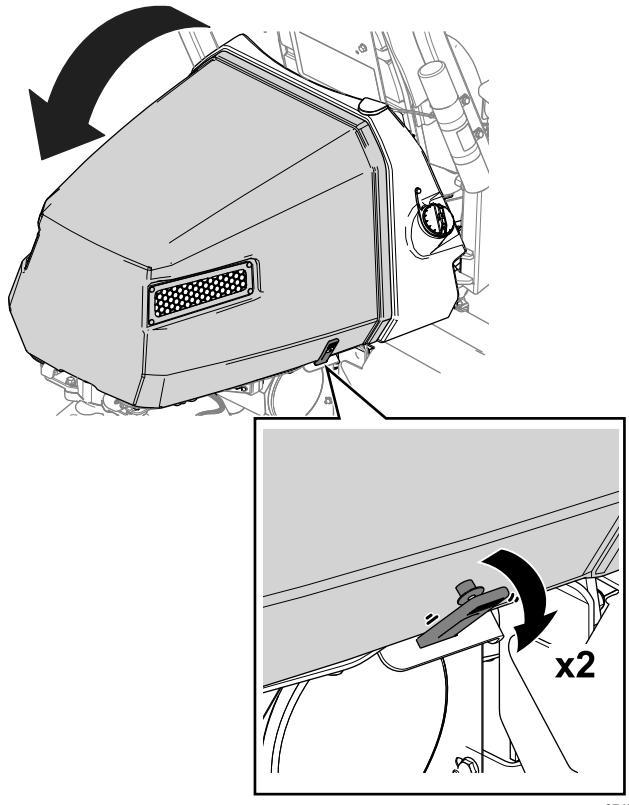

Figura 37
1. Abra los cierres en cada lado del capó (Figura 37).
2. Levante el capó (Figura 37).